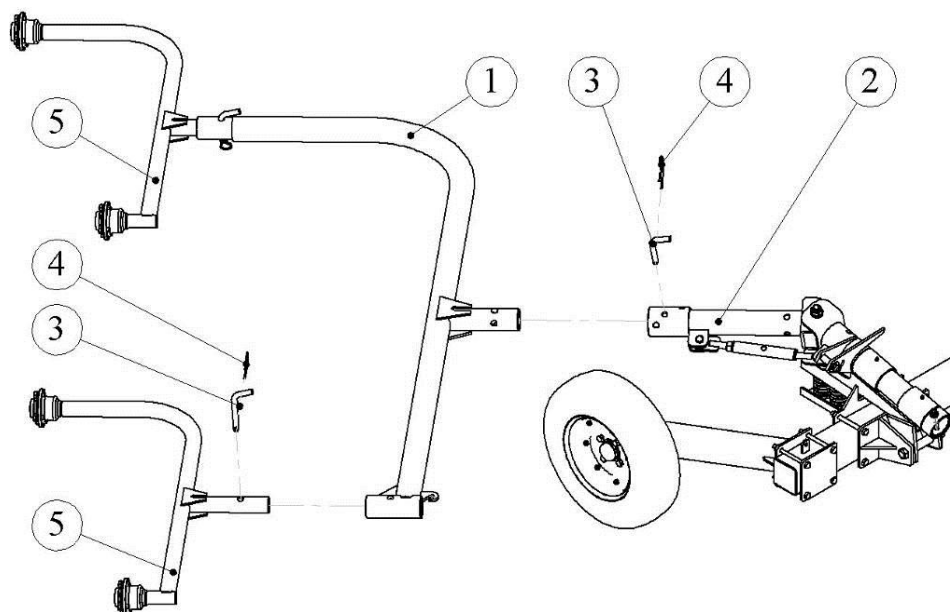
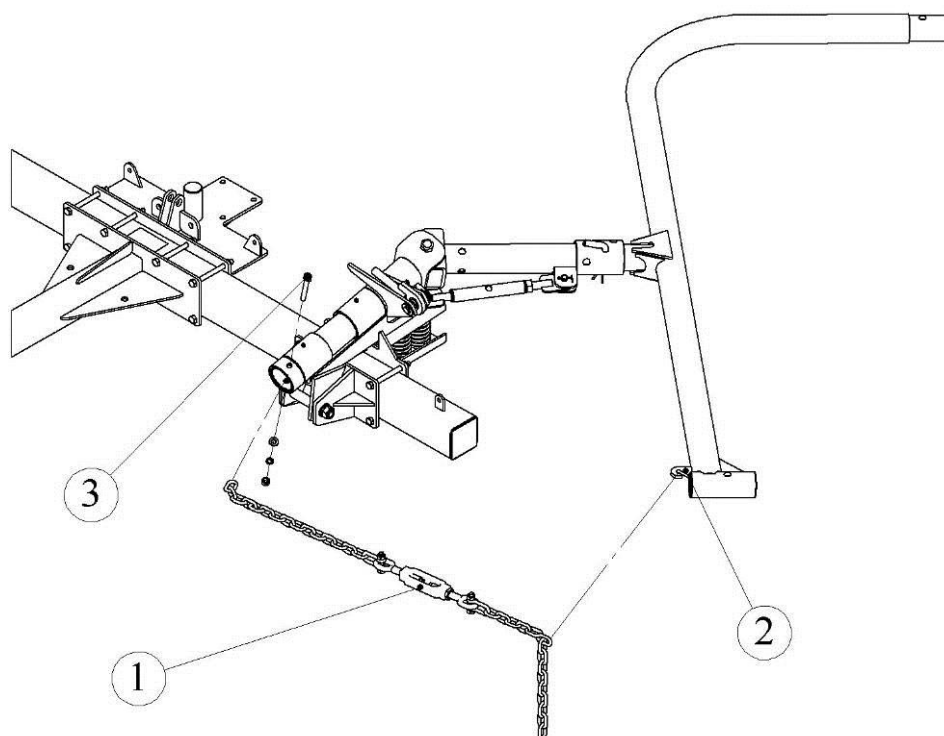
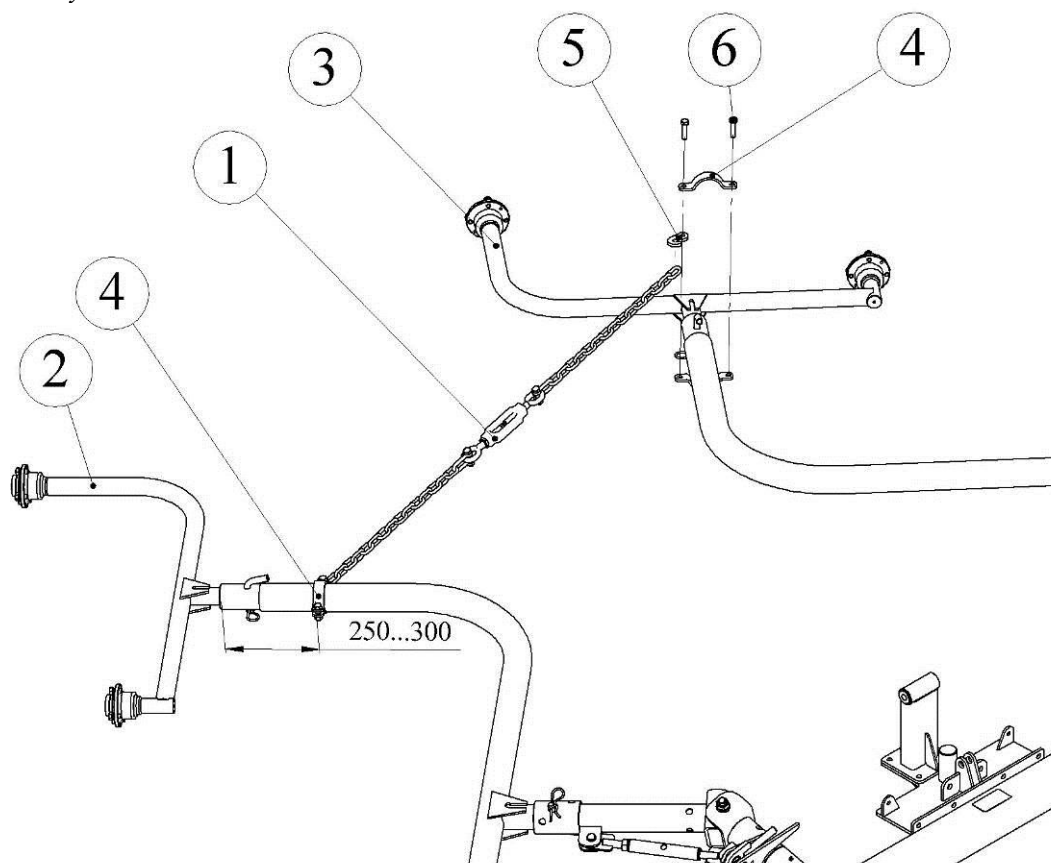

Рис. 4.6.1. Сборка поворотных балок ГКП-6
Рис. 4.7.1. Установка стяжек
Рис. 4.7.2. Установка цепи страховочной
4.6.1. Установите большую поворотную балку (1) в рычаг подвижный (2). Зафиксируйте пальцем (3) Ø16 мм. На палец установите чеку (4) (рис. 4.6.1).
4.6.2. Установите малые поворотные балки (5) в большую поворотную балку (1). Зафиксируйте пальцем (3) Ø16 мм. На палец установите чеку (4) (рис. 4.6.1).
4.7.1. Установите стяжки (1) с одной стороны зацепив за крючки больших поворотных балок (2), а с другой стороны зафиксировав болтом (3) М12х110 (рис.4.7.1). Окончательно затяните болт М12х110.
4.7.2. Установите цепь страховочную (1), соединив задние малые поворотные балки (2) и (3). Хомуты (4) с крюком (5) крепятся на балках (2) и (3) с помощью болтов (6) М12х40, гаек М12 и шайб пружинных (рис.4.7.2).
4.7.8. Отрегулируйте (натяните) стяжки (поз. 1, рис. 4.7.1) и страховочную цепь (поз. 1, рис. 4.7.2), чтобы исключить люфты и качание боковых секций.
- зафиксировать боковые секции спереди стяжками (поз. 1, рис. 4.7.1) и сзади цепью страховочной (поз.1, рис. 4.7.2).
Расфиксируйте большие поворотные балки (1), убрав стопорные пальцы (3) Ø16 мм (рис. 4.6.1), стяжки (1) (рис. 4.7.1) и цепь страховочную (1) (рис. 4.7.2), разверните балки с рабочими колесами на 180°. Зафиксируйте пальцем обратно. На палец установите чеку (4) (рис. 4.6.1).
6.1.4. Талрепы регулировки (поз. 7, рис. 4.2.2), талрепы подъема (поз. 14, рис. 4.3.2), регулировочные винты стяжек (поз. 1, рис. 4.7.1) и цепи страховочной (поз. 1, рис. 4.7.2) смазывать 1 раз в сезон.